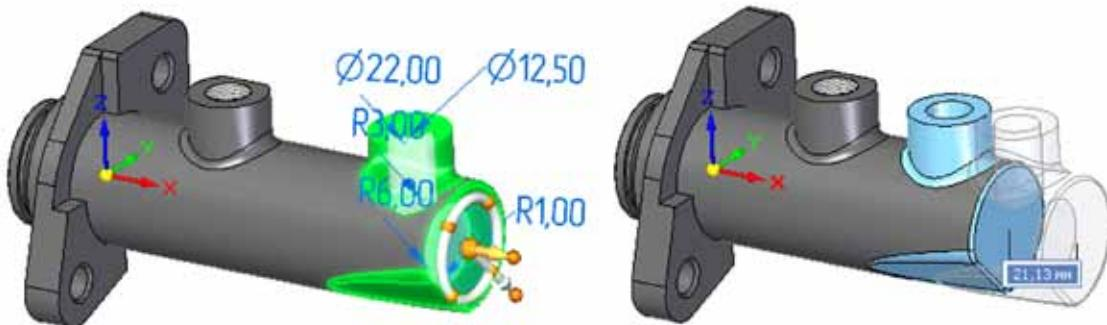

Рисунок 56. Операция «растягивания» граней детали
- Операция «растягивания» граней детали.** Очень эффективный инструмент внесения изменений, как в импортированную модель, так и в существующие модели Solid Edge. Достаточно выбрать несколько граней, задать направление и указать необходимое расстояние (Рисунок 56). Аналогичная операция существует в 2D, причем не только в Solid Edge.